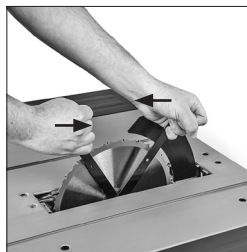

Fig. 44
- Verwenden Sie die beiden mitgelieferten Sägeblattwechselschlüssel. Ein Schlüssel passt auf die Sechskantmutter auf dem äußeren Sägeblattflansch und verhindert so ein Drehen der Welle. Der andere Schlüssel passt auf die Wellenmutter (**Abb. 44**)